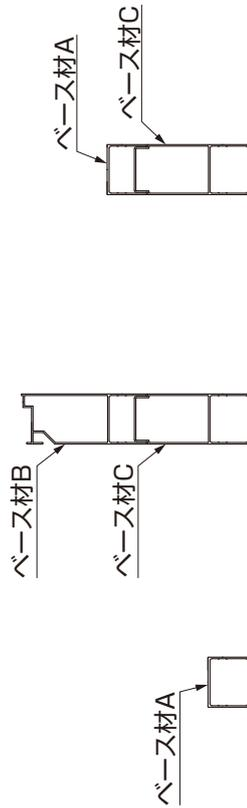

図2-76
- ベース材には種類があります。(図2-76、図2-77、図2-78参照)